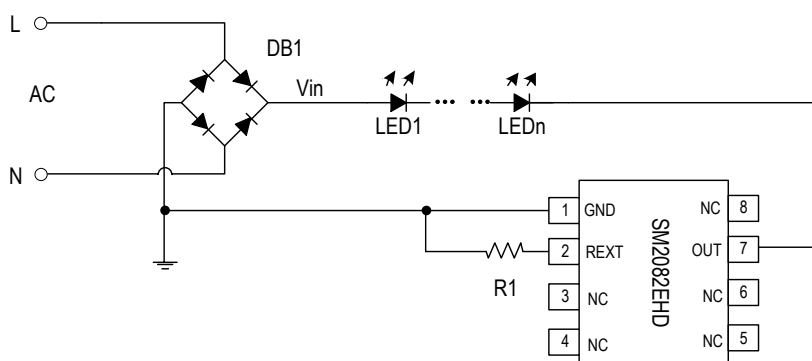

图 5. SM2082EHD 高 PF 应用电路原理图
- 1) 在大功率方案，使用多芯片并联应用方案，图 5 是 SM2082EHD 并联应用方案电路图，LED 灯可采用串联、并联或者串、并结合连接方式；